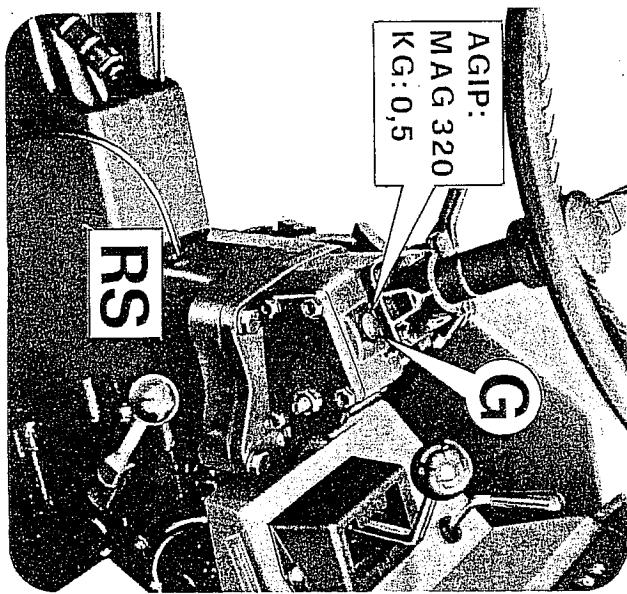

FIG. 26
- Controllare il gioco del pedale frizione e registrarlo nel caso diminuisca intervenendo sul registro A dopo avere allentato il contrordino G (FIG. 26).
- Check clutch pedal stroke and adjust if necessary by acting on register A after loosening jam nut G (FIG. 26).
3) Controler le jeu de la pédale d'embrayage et le régler dans le cas où il aurait diminué: intervenir sur la vis de réglage A après avoir dévissé la vis de serrage-écrou G (FIG. 26).
4) Controler le jeu de la pédale d'embrayage et le régler dans le cas où il aurait diminué: intervenir sur la vis de réglage A après avoir dévissé la vis de serrage-écrou G (FIG. 26).
3) Controlar el juego de la pédal embrague y regularlo si disminuye a través del regulador A después de haber aflojado la contra tuerca G. FIG. 26.
4) Controlar el juego de la pédal embrague y regularlo si disminuye a través del regulador A después de haber aflojado la contra tuerca G. FIG. 26.